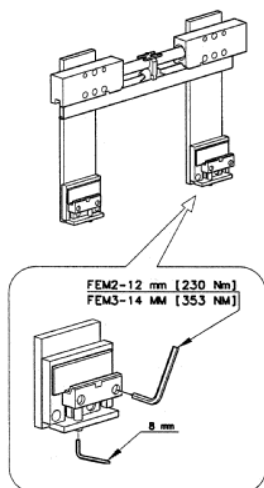

Abb.02
2.2 Lockern Sie die Schrauben der unteren Knaggen (siehe **Abb.02**) bis sich die Knaggen in die untere Position senken, sodass die Montage auf dem Gabelträger durchgeführt werden kann. Die Gleitstücke und der Gabelträger müssen sehr gut geschmiert werden, besonders in der unteren Zone, wo die Gleitstücke angekoppelt werden.
2.4 Heben Sie die unteren Knaaggen an, bis diese ein Spiel von nicht mehr als 1 mm (0.04“) erreicht haben. Verschrauben Sie die Schrauben der unteren Knaaggen (siehe **Abb.02**) mit folgenden Anziehmomenten:
2.5 Verschrauben Sie den Sicherheitsstift (Anziehmoment zirka 6 DaN/m, - 43 Ft/Lbs) der unterhalb der unteren Knaaggen positioniert ist (siehe **Abb.02**).